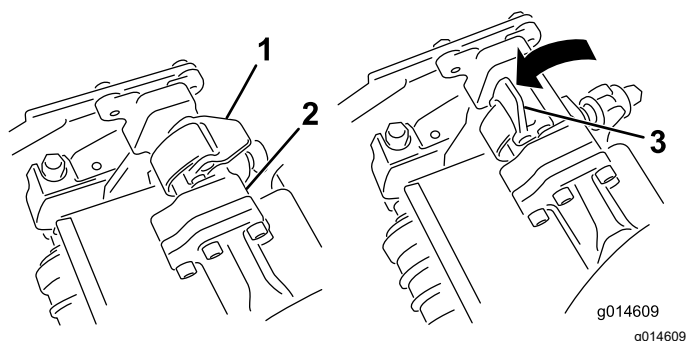
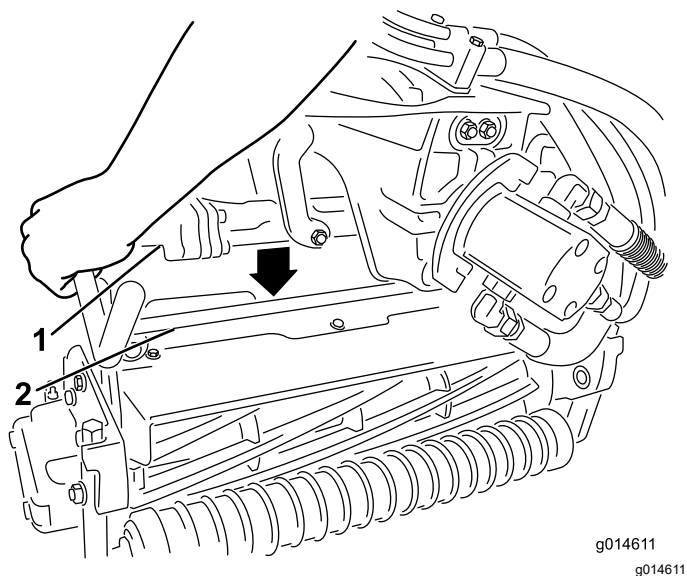

Figura 52
Figura 53
3. Con los enganches del brazo de suspensión orientados hacia arriba (es decir, abiertos (Figura 52), empuje hacia abajo el brazo de suspensión de modo que la barra encaje en la barra situada en la parte superior de la unidad de corte (Figura 53).
4. Presione los enganches hacia abajo alrededor de la barra de la unidad de corte y bloquéelas (Figura 52).
4. Abra los enganches de la barra del brazo de suspensión de la unidad de corte que está retirando (Figura 52).